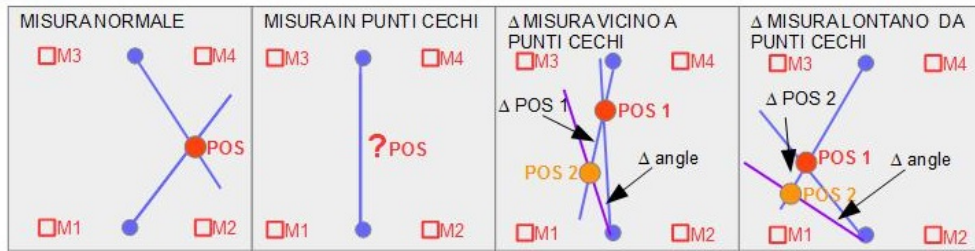

Figura 1.3: Punti critici di misura
- Punti ciechi, utilizzando 2 coppie di microfoni e quindi l'intersezione di 2 sole rette, in qualsiasi modo si dispongano, vi sarà sempre una retta di punti nello spazio per cui le 2 rette saranno sovrapposte fra loro (parallele) e il punto risulterà dunque impossibile da stimare; vi saranno anche posizioni nelle vicinanze di tali punti, per cui piccole variazioni di angolo determineranno grandi errori nella stima della posizione, che risulterà quindi stimata con molta meno accuratezza (*figura 1.3*).